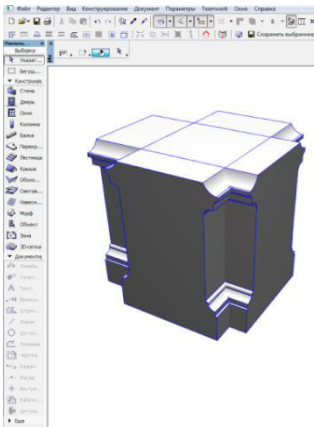

Рис. 42
24. Потім створюємо копію і повертаємо на 90°, так що б вони пересілись (рис. 42):